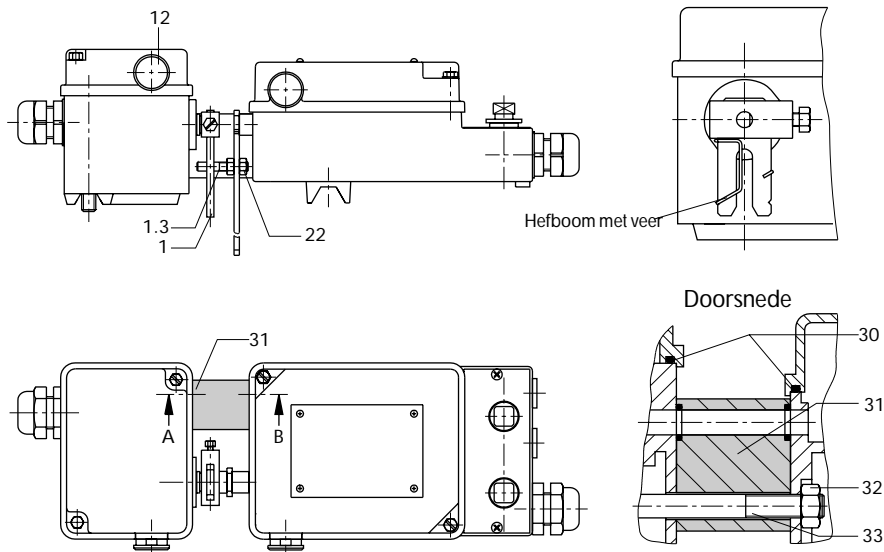

Fig. 5 · Aanbouw met tussenstuk bijv. aan klepstandsteller type 4765 resp. 4763
Hefboom voor aanbouw op klepstandsteller incl. tussenstuk pos. 31 volgens fig. 5